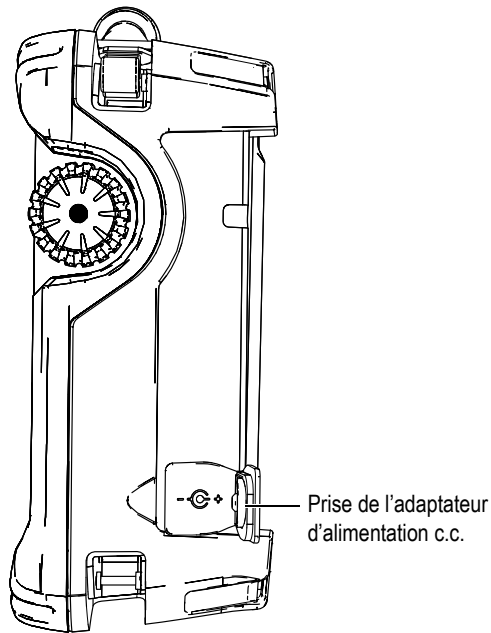

Figure 3-4 Prise de l'adaptateur d'alimentation de courant continu de l'OmniScan SX
2. Du côté droit de l'OmniScan SX, soulevez le couvercle en caoutchouc qui recouvre la prise du connecteur de l'adaptateur de courant continu (voir la Figure 3-4 à la page 45).
3. Branchez l'adaptateur d'alimentation c.c. à la prise de l'adaptateur d'alimentation c.c. de l'OmniScan SX (voir la Figure 3-4 à la page 45).